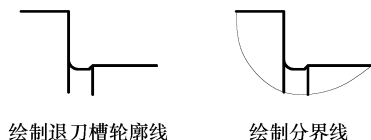

图 11-8 4:1 比例绘制
Step 20 4:1 比例放大图形：调用“缩放”等命令，设置“比例因子”为4，放大图形。绘制退刀槽局部放大图，如图 11-8 所示。